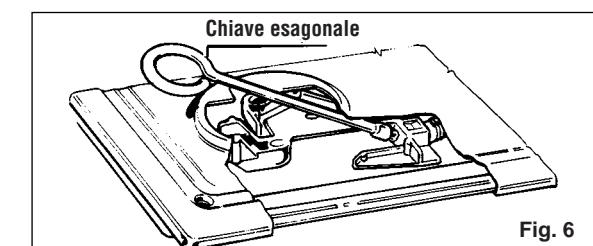

Fig. 6
- introdurre una chiave esagonale a tubo dentro il supporto bruciatore (fig. 6). (La chiave esagonale è fornita come accessorio del piano)